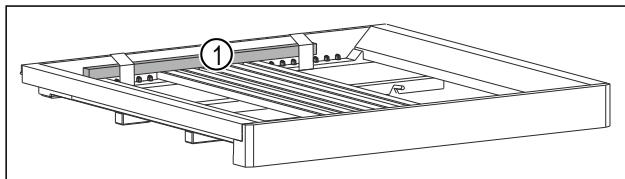

Fig. 3\*
- Retire la barra de madera Fig. 3 (1).\*